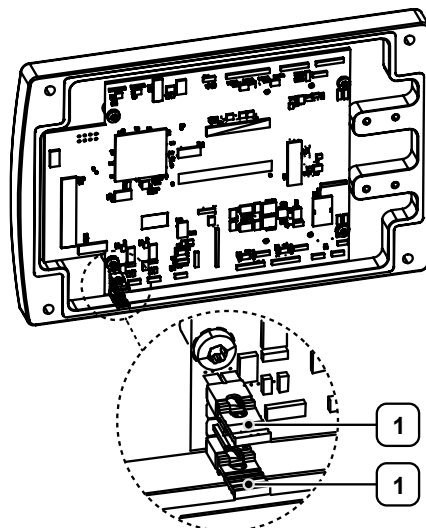

Figura 32: Impostazione dei ponticelli (esempio)
- ▷ Inserire i due ponticelli nelle posizioni corrispondenti sulla scheda principale (vedere "Figura 32: Impostazione dei ponticelli (esempio)").